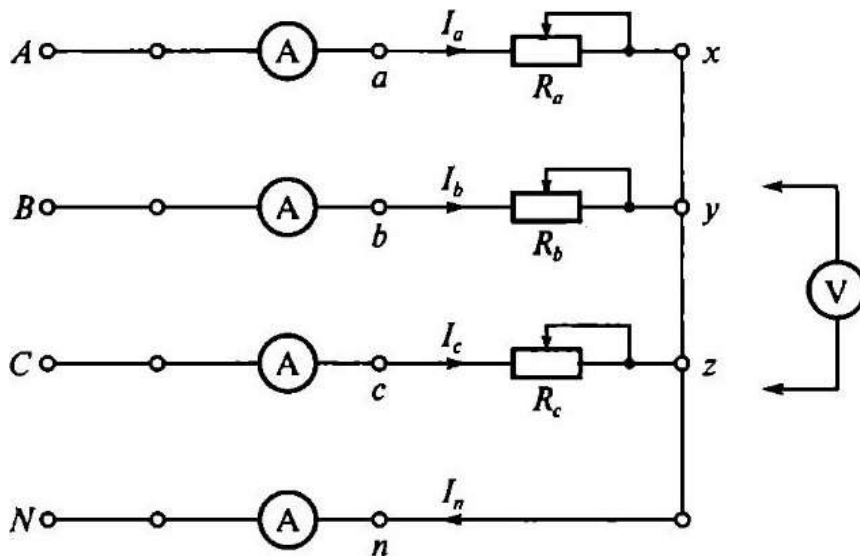

Рис. 5.1. Схема трехфазной ЭЦ с активной нагрузкой однофазных приемников, соединенных «звездой»
Схема электрической цепи (ЭЦ) с включенными в нее измерительными приборами приведена на рис. 5.1. В качестве измерительных приборов в работе используются:
1. Собрать ЭЦ в соответствии с рис. 5.1. С помощью переключателя пределов установить наибольшую номинальную величину измерительных приборов. После проверки схемы преподавателем подать напряжение в ЭЦ, при этом должны загореться соответствующие сигнальные лампы, показанные на рис. П.3. Измерить вольтметром линейное напряжение U_l , которое должно лежать в диапазоне $(36 \pm 3,6)$ В.
5. На основании данных табл. 5.1 и 5.2 с учетом рис. 5.1 вычислить полные сопротивления фаз 4 и углы сдвига фаз между током и напряжением (РФ, результаты занести в табл. 5.3.
3. В табл. 5.4 даны значения линейного напряжения и фазных сопротивлений ЭЦ, приведенной на рис. 5.1. Номер варианта соответствует номеру стенда. На основании данных табл. 5.4 для своего варианта вычислить фазные напряжения и токи для ЭЦ с нейтральным проводом. Результаты занести в табл. 5.1 и 5.2. На основании данных табл. 5.1 и 5.2 построить на рис. 5.2 в масштабе векторные диаграммы напряжений и токов. По векторным диаграммам определить значение тока в нейтральном п проводе.